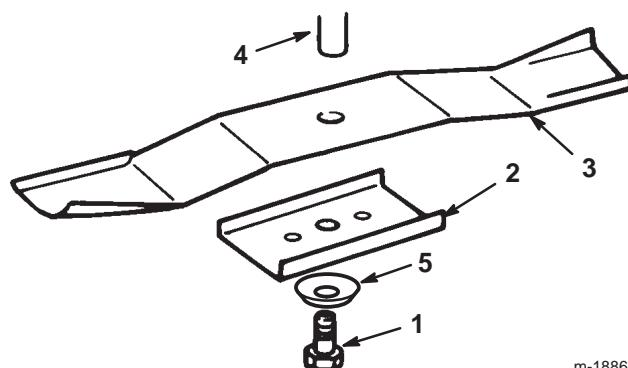

Figure 29
- Enlevez le boulon (clé de 16 mm [5/8"]), la rondelle bombée, le porte-lame et la lame (Fig. 29). Pour enlever le boulon, bloquez éventuellement la lame en introduisant une cale en bois entre la lame et le carter de tondeuse.
- Montez la lame, le porte-lame, la rondelle bombée (face concave vers la lame) et le boulon de lame (Fig. 29).